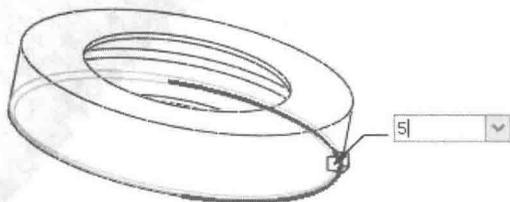

图 1-13
(3) 模型中预显示默认设置的圆角特征，双击模型中的圆角半径尺寸，将其修改为5，如图1-13所示。